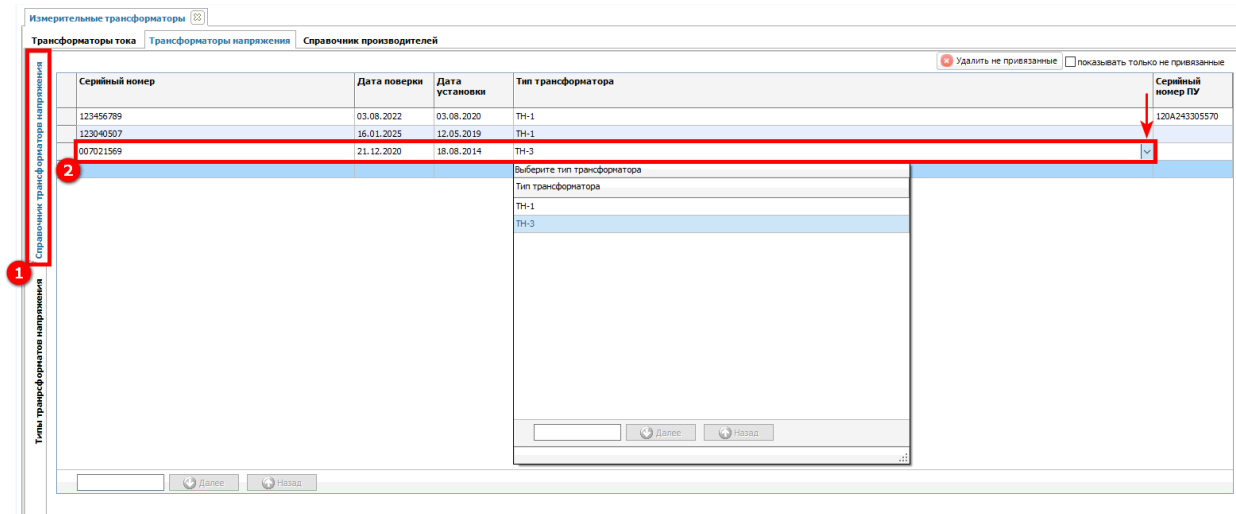

Рисунок 204 – Измерительные трансформаторы – Справочник трансформаторов
После заведения типов трансформаторов выбираем вкладку **Справочник трансформаторов напряжения** (1) (см. рисунок 204) и вносим данные серийного номера, даты поверки, даты установки трансформатора. Для этого также нажимаем левой кнопкой мыши на необходимое поле строки * и заполняем все столбцы таблицы. Тип трансформатора выбираем из раскрывающегося списка (2).